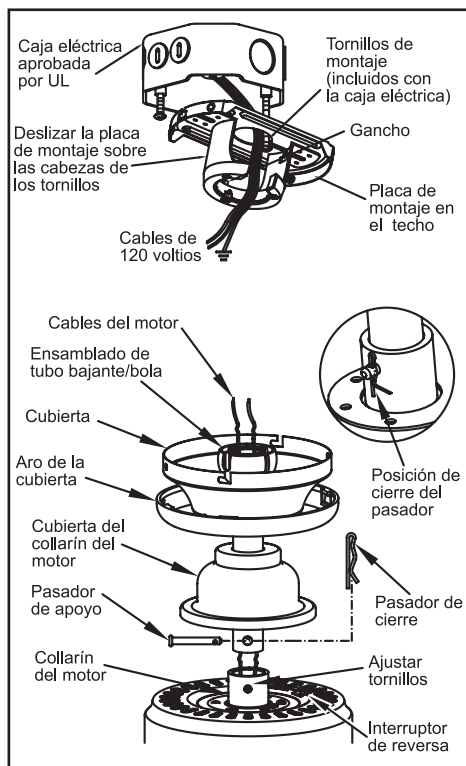

Figura 7
or. Inserta los cables a través de la cubierta y luego a través del ensamblado del tubo bajante y la bola (Figura 7).
(Figura 7). Inserta con cuidado el pasador de apoyo a través de los orificios del collarín y del tubo bajante. Ten cuidado no apretarlo contra el cableado dentro del tubo bajante. Inserta el pasador de cierre en el orificio cercano al extremo del perno hasta que quede encajado en su posición como se muestra en el círculo de la Figura 7.
1. Pasa los cables de suministro de 120 voltios a través del orificio central de la placa de montaje del techo como se muestra en la Figura 7.
2. Instala la placa de montaje del techo en la caja eléctrica deslizándola sobre los dos tornillos provistos con la caja eléctrica (Figura 7). Si es necesario, usa arandelas niveladoras (no incluidas) entre la placa de montaje y la caja eléctrica. Nota que el lado plano del soporte de montaje está hacia la caja eléctrica (Figura 7).
Este ventilador se envía desde la fábrica con el interruptor de reversa posicionado para hacer circular el aire hacia abajo. Si deseas dirigir la corriente de aire en la dirección contraria, apaga el ventilador y espera que las aspas se detengan, luego desliza el interruptor de reversa (ubicado en la caja de interruptores, consulta la Figura 7 de la página 5) hacia la dirección opuesta y luego vuelve a prender el ventilador. Las aspas del ventilador girarán en sentido contrario y re-vertirán la dirección de la corriente de aire.